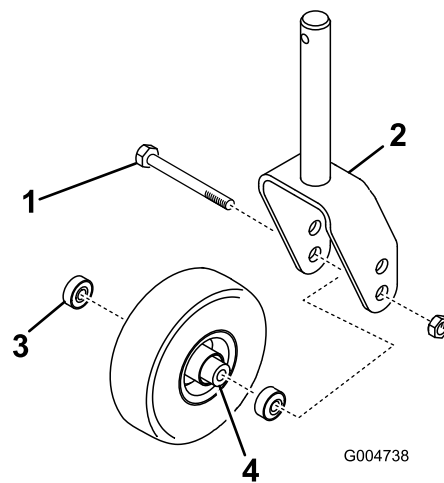
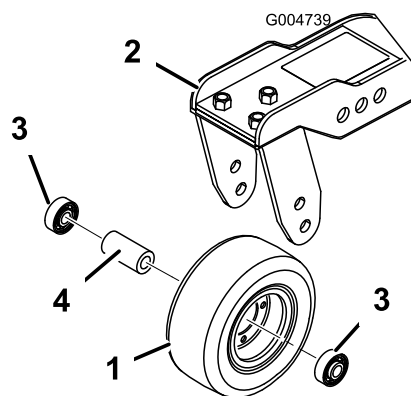

Figure 82
Figure 83
1. Retirez le contre-écrou du boulon qui fixe la roue pivotante entre la fourche (Figure 82) ou le bras pivotant (Figure 83).
2. Enlevez le roulement du moyeu de la roue et laissez tomber la douille d'écartement à l'extérieur (Figure 82 et Figure 83).